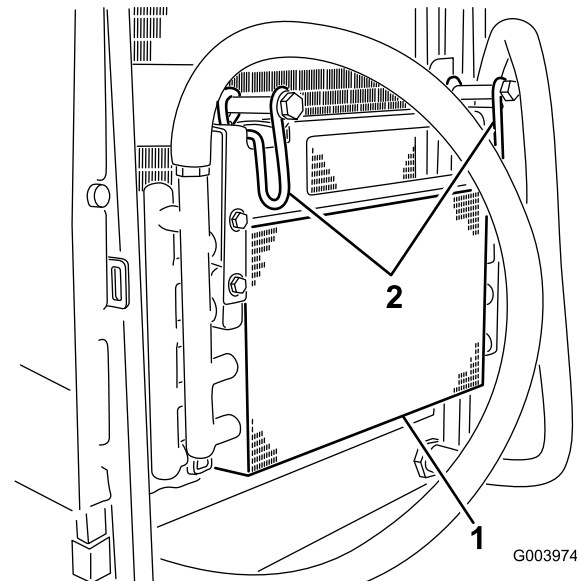

Figura 62
6. Gire el cierre hacia dentro para liberar el enfriador de aceite (Figura 62).